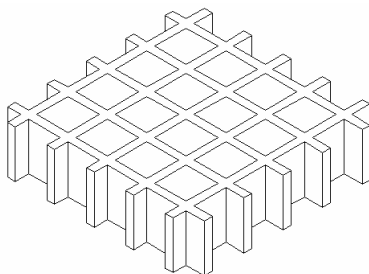

图 17.1 隔板
本案例绘制的是如图 17.1 所示的隔板。
(10) 用 HIDE 命令消除隐藏线，得到最终效果（见图 17.1）。